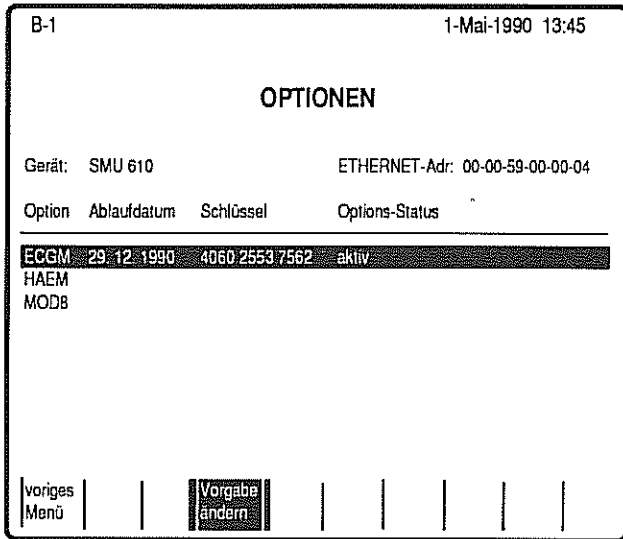

Bild 50
- * Geben Sie jetzt die Schlüsselnummer ein. (Die Eingabemöglichkeit wird automatisch gesperrt, wenn des öfteren eine falsche Nummer eingegeben wird!). Bestätigen Sie anschließend die Eingabe mit Taste **E**. Neben der Option erscheinen jetzt Ablaufdatum, Schlüsselnummer und der Hinweis aktiv. Damit ist die Programmoption freigegeben (Bild 50).